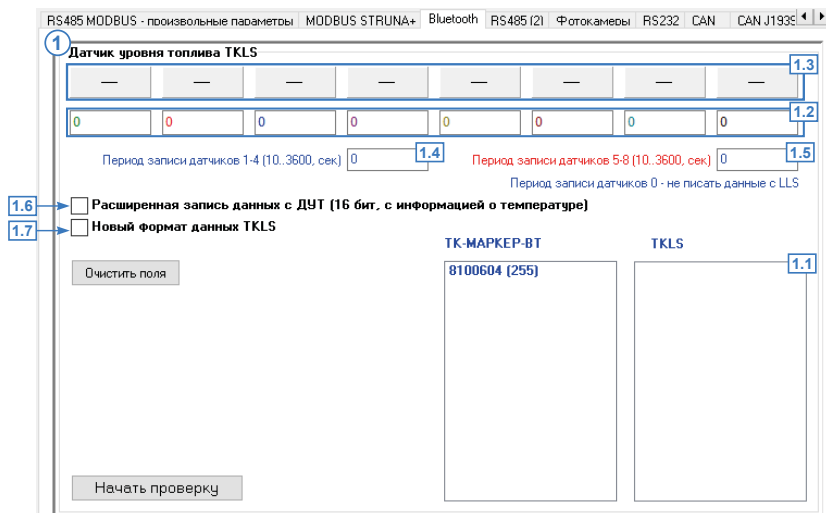

Рис.53. Вкладка «Bluetooth».
- на вкладке нажмите кнопку «Начать проверку». Контроллер начнет поиск устройств доступных для подключения по Bluetooth – это периферийные устройства производства ООО «ТехноКом», поддерживающие протокол Bluetooth контроллеров «АвтоГРАФ». После выполнения поиска в списке 1.1. появятся найденные датчики TKLS (Рис.53). Восьмизначная последовательность – это серийный номер датчика; число в круглых скобках – адрес датчика;
- используя левую кнопку мыши, перетащите серийные номера датчиков TKLS из списка найденных в ячейки соответствующих датчиков (Рис.53, п. 1.2). Ячейки с адресами приведены по порядку – слева направо Датчика 1, затем Датчик 2 и т. д. Всего может быть подключено до 8 датчиков уровня топлива одновременно. Показания датчика, адрес которого задан в ячейке Датчика 1, будут записываться как записи LLS1 в приборе «АвтоГРАФ».
- проверьте корректность установки адресов, повторно запустив проверку. Показания датчиков, адреса которых прописаны в конфигураторе, появятся в программе. Цвет ячейки с показаниями меняется в зависимости от состояния опроса (**Рис.53, п. 1.3**):
- в поле «**Период записи датчиков 1-4**» (**Рис.53, п.1.4**) задайте период записи показаний с датчиков 1-4 в память прибора. Минимальный период – 10 секунд, максимальный период – 3600 секунд, 0 не писать данные. Данная настройка дублируется на вкладке «RS-485».
- в поле «**Период записи датчиков 5-8**» (**Рис.53, п. 1.5**) задайте период записи показаний с датчиков 1-4 в память прибора. Минимальный период – 10 секунд, максимальный период – 3600 секунд, 0 не писать данные. Данная настройка дублируется на вкладке «RS-485».
- если вместе с показаниями датчика прибор «АвтоГРАФ» считывает с датчика и показания температуры, то включите опцию «**Расширенная запись данных с ДУТ**» (**Рис.53, п. 1.6**). Разрядность данных в этом случае увеличится до 16 бит.